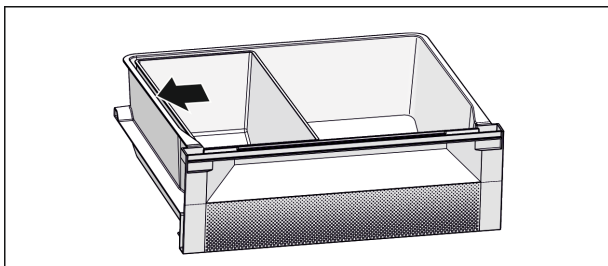

Fig. 6
- ▶ Posizionare la vaschetta Fish & Seafood. Con la posizione raffigurata si ottiene una funzione di raffreddamento ottimale (vedere Fig. 6).